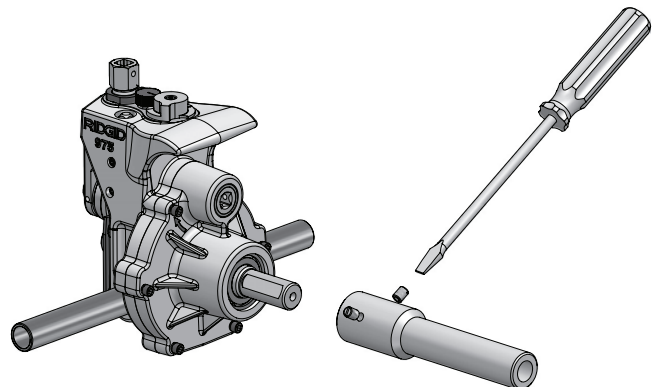

Figura 4 – Instalación del adaptador para la barra de accionamiento
1. Instale el adaptador para la barra de accionamiento sobre el eje de mando de la ranuradora a rodillos. Vea la Figura 4. Los tornillos de montaje deben estar alineados con las partes planas del eje de mando de la ranuradora; luego apriételos bien.